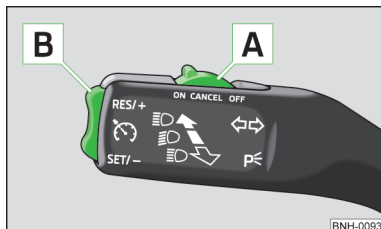

Fig. 102
➤ Aduceți comutatorul **A** » fig. 102 în poziția **ON**.
➤ Aduceți comutatorul **A** » fig. 102 în poziția **OFF**.
- Apăsați butonul basculant **B** în poziția **SET/-** » fig. 102 la pagina 112.
➤ Apăsați butonul basculant **B** în poziția **RES/+** » fig. 102 la pagina 112.
Prin apăsarea butonului basculant **B** în poziția **SET/-** » fig. 102 la pagina 112 se poate reduce viteza memorată.
Sistemul de menținere automată a vitezei de deplasare se **dezactivează temporar** prin apăsarea comutatorului **A** » fig. 102 la pagina 112 în poziția **CANCEL**, respectiv dacă se apasă pedala de frână sau de ambreiaj.